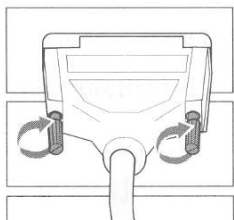

图 2-36 连到计算机的并口上
③ 将电缆另一端连到计算机的并口上，并拧紧附属螺丝固定好电缆，如图 2-36 所示。